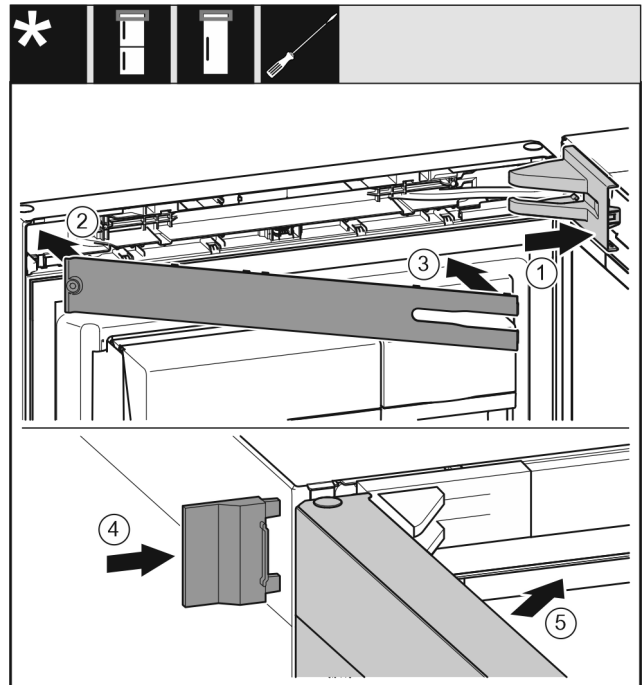

Fig. 49
- Poser et enclencher le cache du support de palier, l'introduire en appuyant délicatement. Fig. 49 (1)
- Poser le cache. Fig. 49 (2)
- Incliner le cache et l'enclencher. Fig. 49 (3)
- Enfiler le cache extérieur. Fig. 49 (4)
- Fermer la porte supérieure. Fig. 49 (5)